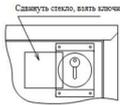

Рис.1
6.1 При использовании почтового замка необходимо сдвинуть стекло (см. рис.1), вытащить ключ, снять пломбу и открыть дверь ключом.